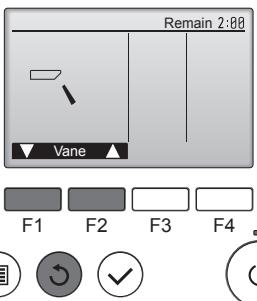

Fig. 8-4
- ② Prima o botão [OK] para apresentar o ecrã de funcionamento da palheta e, em seguida, prima os botões [F1] e [F2] para verificar a palheta automática. (Fig. 8-4)